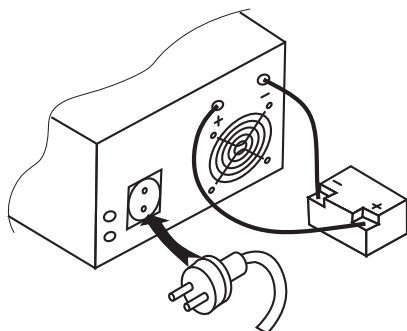

Рис.6 – Присоединение АКБ к ИБП
6.4. Подсоединить АКБ (нужно приобрести отдельно) к клеммам ИБП, строго соблюдая полярность (красный - ("+"), чёрный - ("-")) (см. рис.6). При использовании кабелей, не входящих в комплектацию ИБП, убедиться в правильности выбора их сечения, согласно таблице 1.